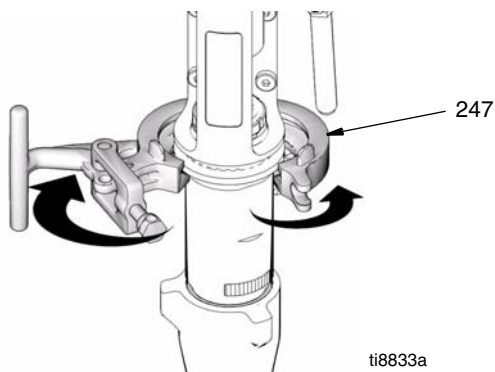

Рис. 11
7. (Рис. 11) Откройте хомут (247).